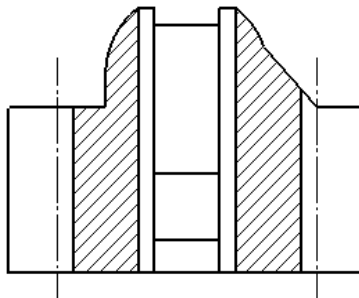

Рисунок 4.32 – Осьові лінії для центрів відкритих пазів
9. Проведіть осьові ліній там, де проходять центри відкритих пазів (рис. 4.32). Використовуйте прив'язку осьових ліній до центрів кіл.